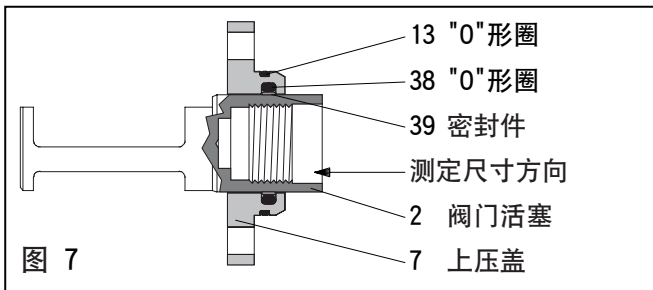

图 7
24. 将 (2) 活塞涂上润滑脂，小心地将其推入 (7) 上压盖中，测定 (39) 密封件尺寸然后拆去 (见图7)。